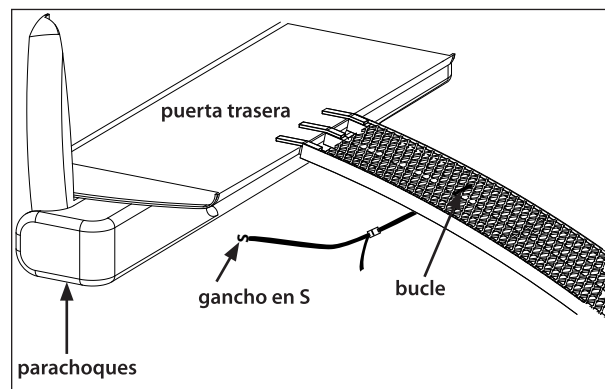

Figura 1
1. Instale la correa de fijación que se proporciona en el puntal del centro, aproximadamente a 16" del extremo de la puerta posterior. Envuelva el extremo del bucle de la correa alrededor del puntal del centro y pase la hebilla y el extremo del gancho en S a través del bucle. Esto conectará la correa de manera permanente a la rampa. **CONSULTE LA FIGURA 1.**